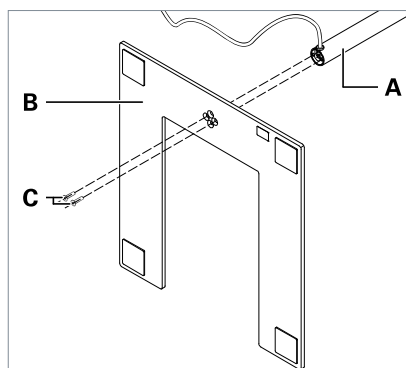

Fig. 2: Montaggio del tubo di sostegno rotondo.
- Tubo di sostegno rotondo, vedi Fig. 2
- ▶ Se si monta un **tubo di sostegno rotondo**: montare il tubo di sostegno **A** mediante le due viti **C** fornite in dotazione alla base dell'apparecchio d'illuminazione **B** in maniera tale che il cavo di collegamento sia rivolto all'indietro, vedi Fig. 2.